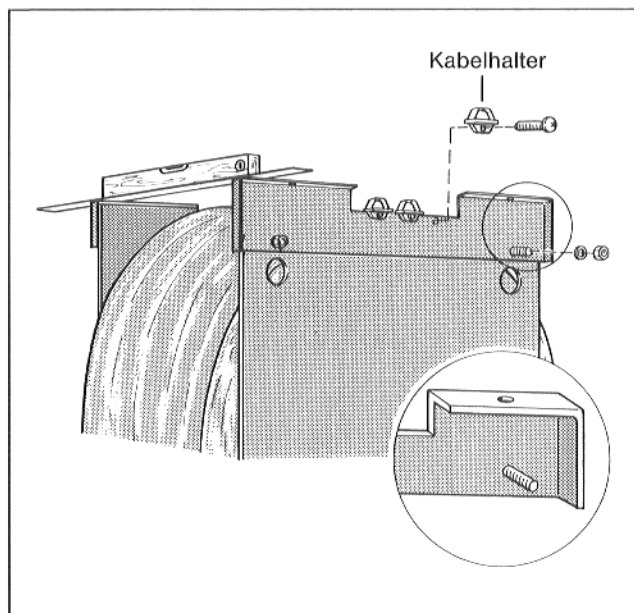

Abb. 8
- 3 Kabelhalter in hintere Traverse mit Blechschraube (3,9 x 9,5) anschrauben (Abb. 8).
- Hintere Traverse (3 Kabelhalter) mit den 2 Bohrungen oben in die Gewindestifte einsetzen und mit Scheiben und Muttern verschrauben (Abb. 8).
**Hinweis:** Die Abkantungen an der Traverse müssen nach hinten zeigen, die vordere und hintere Traverse müssen in der Waage sein (Abb. 8).